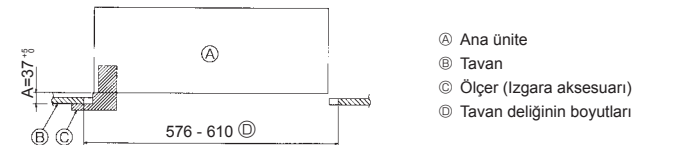

Fig. 4-6
3. Ana ünite tavandaki montaj deliğiyle hizalanamıyorsa, montaj levhasındaki bir yarık vasıtasıyla ayarlanabilir. (Fig. 4-6)